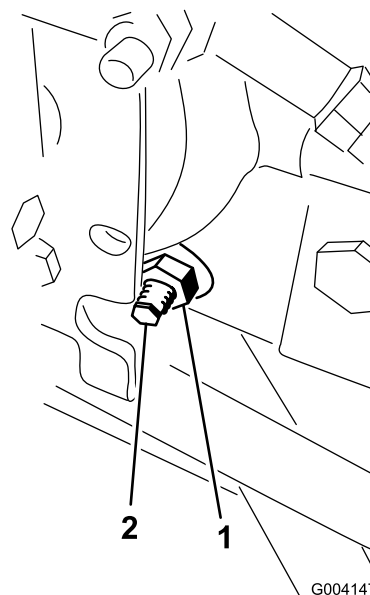

Figure 65
3. Sous le côté droit de l'hydrostat, desserrez le contre-écrou sur la came de réglage de transmission (Figure 65).